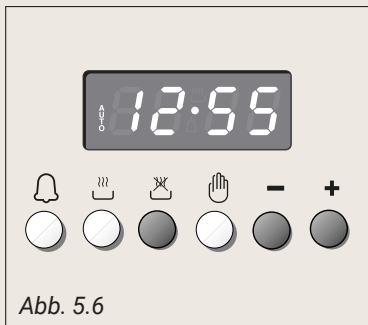

Abb. 5.6
2. Ende des Garvorgangs durch drücken der Taste und der Taste **+** einstellen (Abb. 5.6) (die Garzeit wird der Uhrzeit hinzugefügt). Wenn die gewünschte Zeit überschritten wird, kann sie durch die Taste **-** zurück gestellt werden.